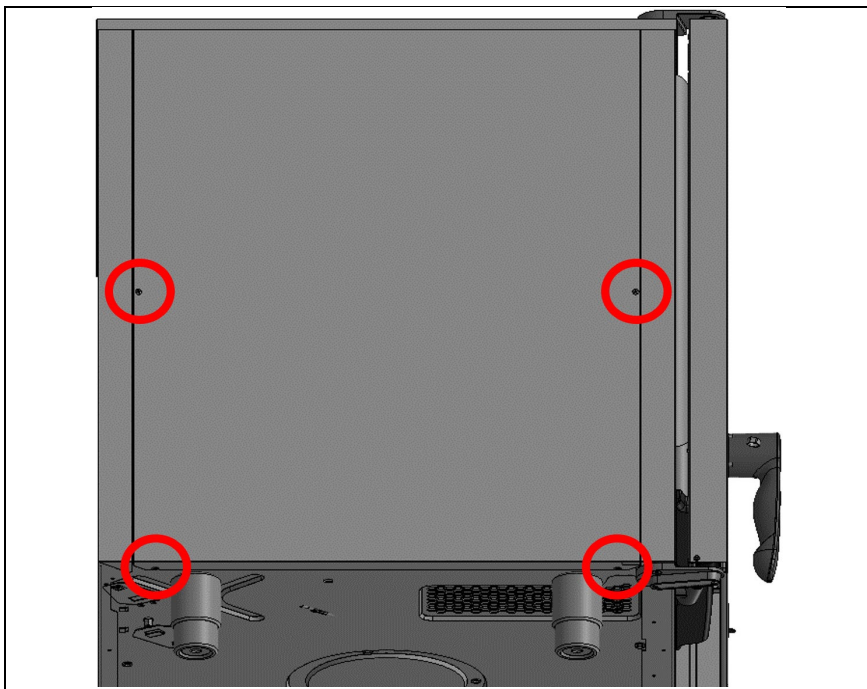

Abb. 2: Demontage Seitenwand
1. Die markierten Schrauben seitlich und unter dem Gerät der zur Bedienseite zugewandten Seitenwand lösen. Die Seitenwand entfernen. (Abb. 2)